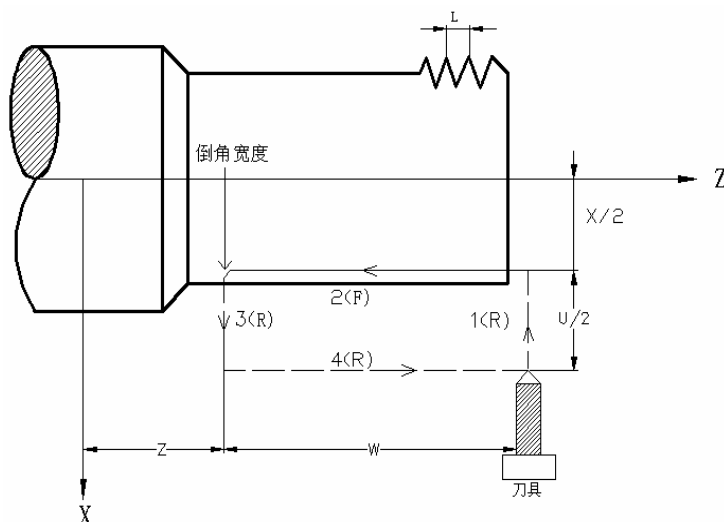
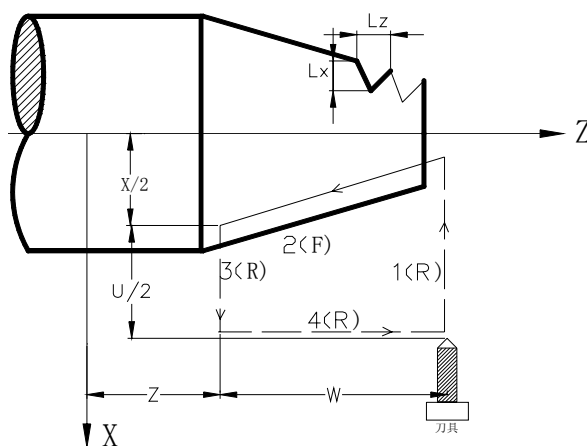

图 2-32
图 2-33
**指令功能：**执行该指令，可进行等导程的直螺纹、锥螺纹单一循环螺纹加工，循环完毕刀具回起点位置。**螺纹切削时不需退刀槽。**当用户不用J、K设定螺纹的退尾长度时，可由参数号068的THDCH设置螺纹的退尾长度，螺纹倒角宽度=THDCH X 0.1 X 螺距；在增量编程中地址U后面的数值的符号取决于轨迹1的X方向，地址W后面的数值的符号取决于轨迹2的Z方向。图2-32、图2-33中虚线（R）表示快速移动，实线（F）表示切削进给。当J、K设定值时，按J、K设定值执行X、Z轴退尾；当只设定J或K值时，按45度退尾执行；当不需要退尾时，可设J0或K0即可。